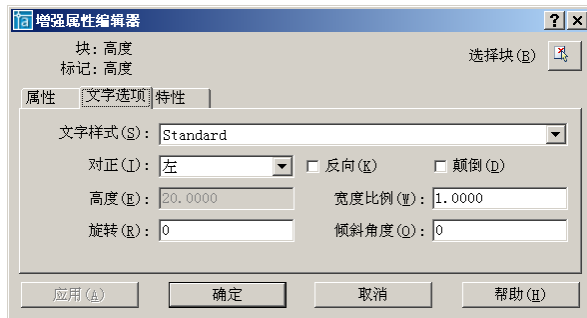

图 3-8 “文字选项” 选项卡
(2) **文字选项** 选项卡：用于修改属性文字的格式，包括文字样式、对正方式、高度、旋转、倾斜角度等，如图 3-8 所示。